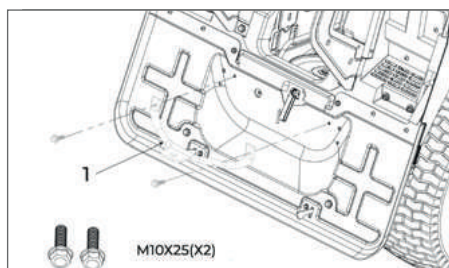

Рис. 10
### 6.9 Установка прицепного устройства (рис.10)
- Установите прицепное устройство (рис. 10, поз. 1) с помощью 2 болтов (M10x25).